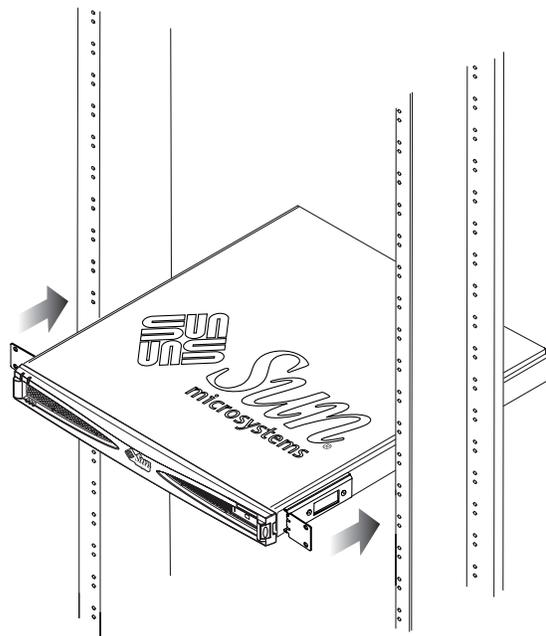
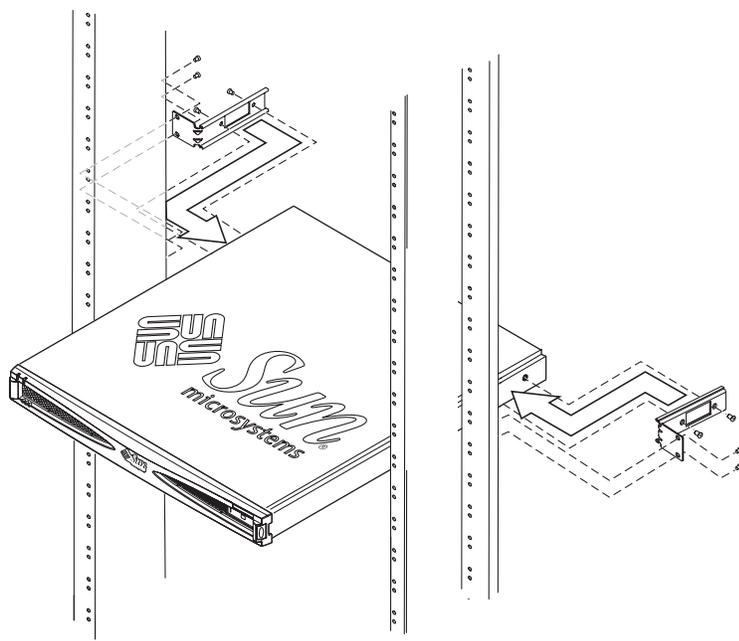

图 3-11 使用前部的托架安装到双柱替换机架中
图 3-12 使用后部的托架安装到双柱替换机架中
2. 将存储群组放入机架，并拧紧螺钉（请参见图 3-11 和图 3-12）。